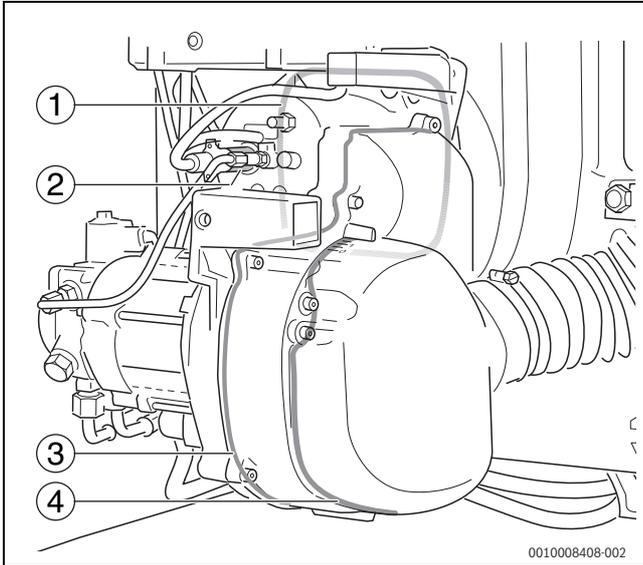

Bild 45 Zusätzliche Abdichtung
- Flachdichtung zum Brennerflansch (→Bild 45, [1])
- Halter zur Aufnahme des Flammenfühlers (→Bild 45, [2])
- Gehäuseboden mit Rundschnurdichtung (→Bild 45, [3])
- Abdichtung zum Schalldämpfer (→Bild 45, [4])